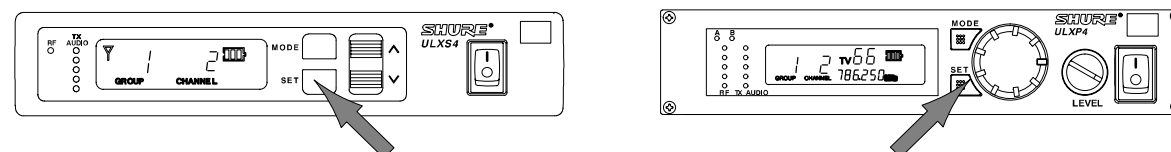

FIGURE 11
- Pour accorder le récepteur au nouveau canal, appuyer sur le bouton «SET». L'affichage revient au mode par défaut, comme illustré à la figure 11.